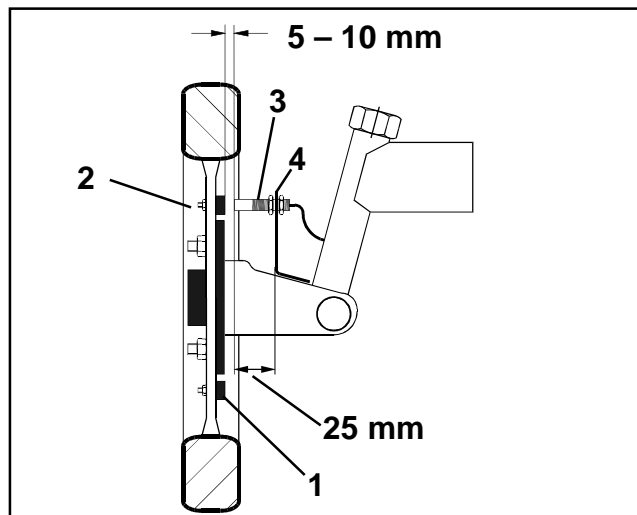

Fig. 13
- Føleren (Fig. 13/3) med universalholder (Fig. 13/4) monteres på navet til traktorforhjulet - set i fremkørselsretningen bag ved akslen.